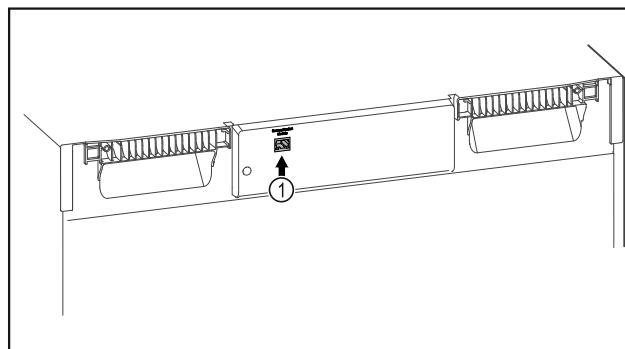

Fig. 154
- SmartModule Fig. 154 (1) je nasadený.